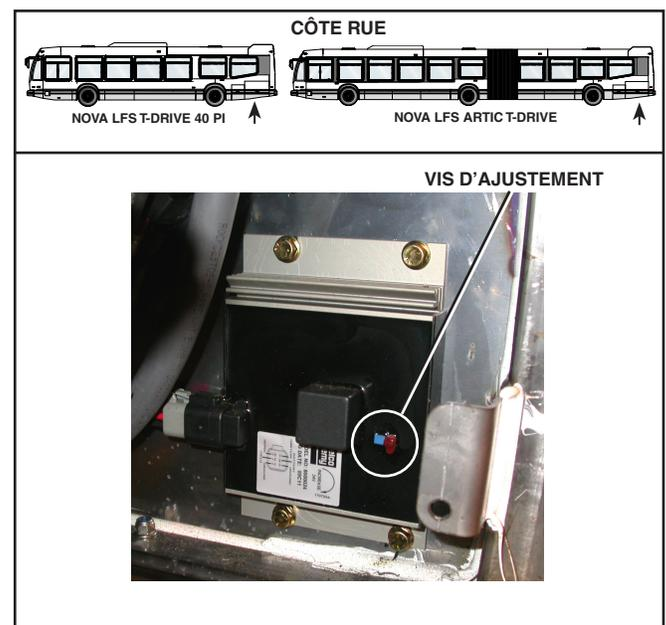

Figure 13 - Régulateur de tension
Le régulateur de tension est localisé dans le compartiment à batteries. Le régulateur est un module électronique sans entretien scellé dans un boîtier d'aluminium. Il est protégé contre les courts-circuits et assure une protection aux batteries et à l'alternateur contre le survolage. La fonction du régulateur de tension est de maintenir une tension uniforme malgré les fluctuations importantes de charge et de vitesse de l'alternateur. Voir Figure 13.
5. Régler au besoin cette tension à l'aide de la vis d'ajustement sur le régulateur. Voir Figure 13. Pour augmenter la tension, tourner la vis dans le sens horaire. Pour réduire la tension, tourner la vis dans le sens antihoraire.